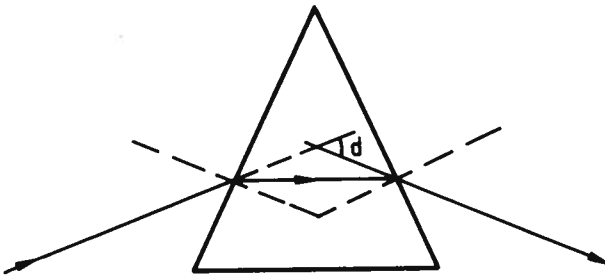

fig. 11.
Wordt het glas dat de lichtstraal moet passeren een zodanige vorm gegeven dat het vlak van intreding een hoek vormt met het vlak van uittreding, dan wordt dit stuk glas een *prisma* (fig. 11) genoemd. De hoek tussen die vlakken heet *brekende hoek* (B).